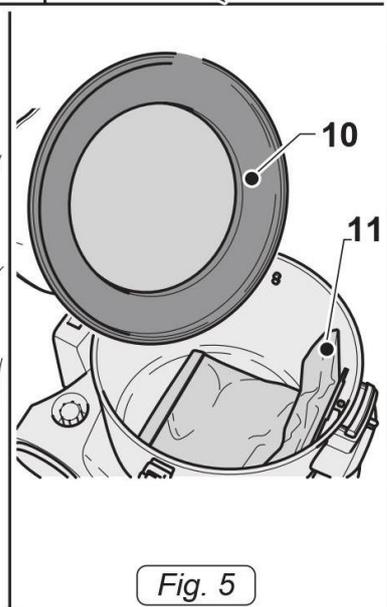
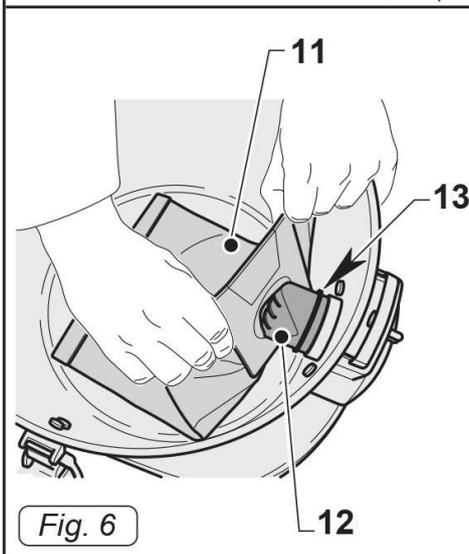

Fig. 5
Fig. 6
- Fjern polyesterfilteret (10, Fig. 5).
- Tjek evt. om der er indsat en opsamlingspose i maskinen (11, Fig. 5).
- Indsæt opsamlingsposen (11, Fig. 5), hvis den ikke allerede er der. Følg denne fremgangsmåde: Monter opsamlingsposen (11, Fig. 5) på studsens (12, Fig. 6) indtil den passerer kraven (13, Fig. 6).
- Monter polyesterfilteret (10, Fig. 5) igen.
- Fjern polyesterfilteret (10, Fig. 5) hvis det forefindes.
- Fjern opsamlingsposen (11, Fig. 5) hvis den forefindes.